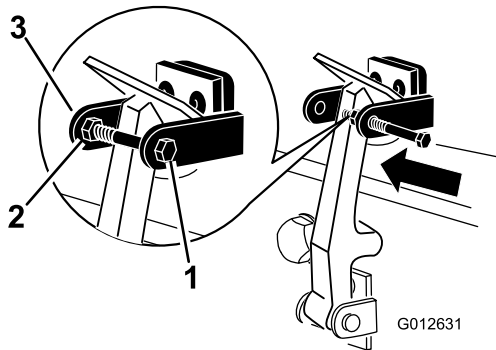

Figure 7
7. Vissez le boulon dans l'autre bras du support de verrou pour bloquer ce dernier en position (Figure 7). Serrez fermement le boulon mais pas l'écrou.